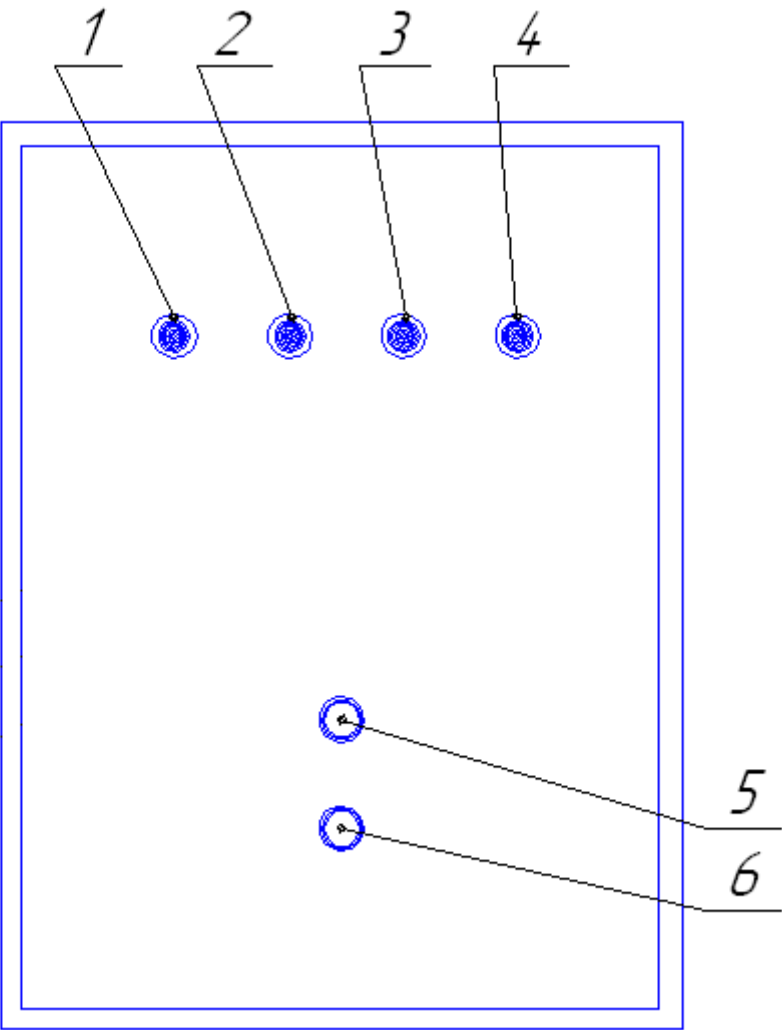

Рисунок 4 - Внешний вид БО
3.6 .Блок операторный (БО) предназначен для автоматического управления подачей искры и контроля пламени дежурных горелок факельной установки с удаленного расстояния. БО размещается в операторном помещении. Блок выполнен в металлическом корпусе ЩРНМ- 01(степень защиты шкафа IP 31). Габаритные размеры — 400х300х220 мм. Внешний вид БО со стороны лицевой панели приведен на рис.4. Работа БО синхронизирована с работой БАРКП.